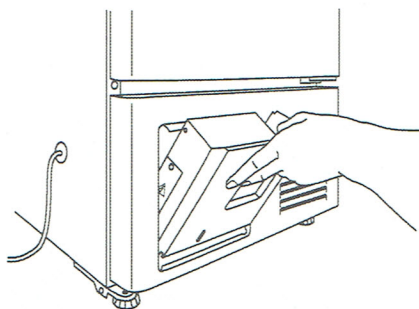

図 7
3. フレーム左側面の感温部取出口のキャップを外し、記録計感温部を感温部取出口から外に出し、記録計取付金具をフレーム前面下のパネル左側に取付けます。(図 7)